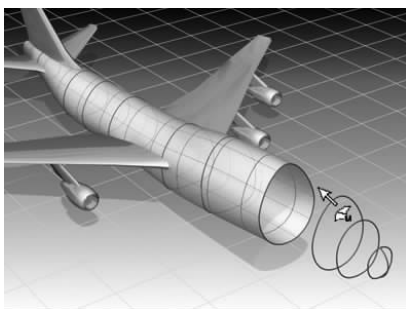

图 5-77 创建 U 向放样曲面 ▲
- (创建 U 向放样曲面): 穿过多个曲线子对象插入一个曲面, 如图 5-77 所示。